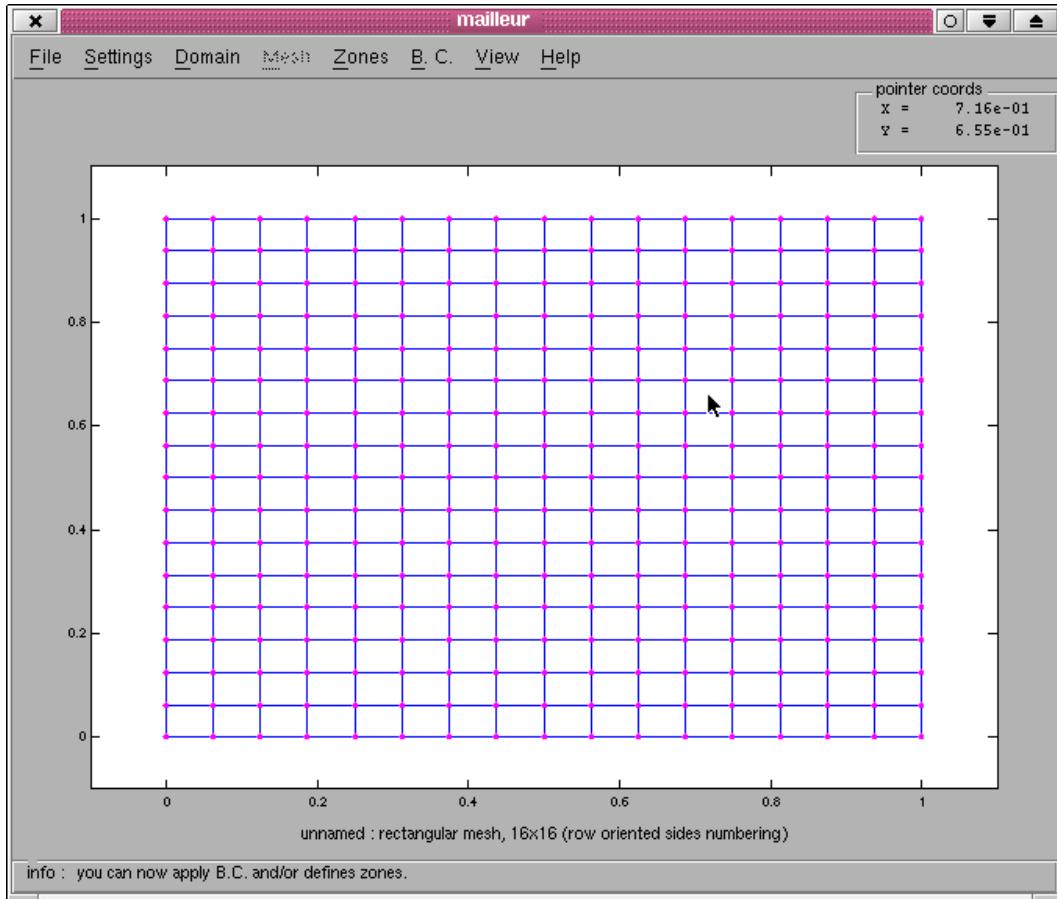

FIG. 2 – maillage 16x16 initial : uniforme
- Ctrl-U (U : Uniform mesh) permet de définir la résolution du maillage rectangulaire uniforme ; un maillage 16x16 est proposé initialement ; une fois choisi, les mailles sont aussitôt dessinées (cf. figure 2)